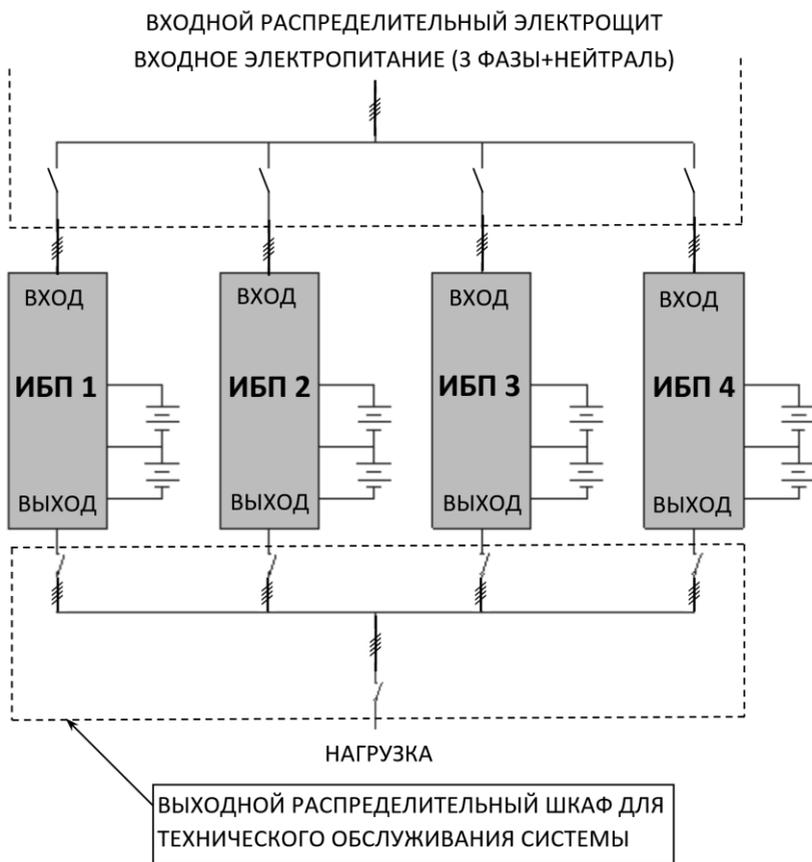
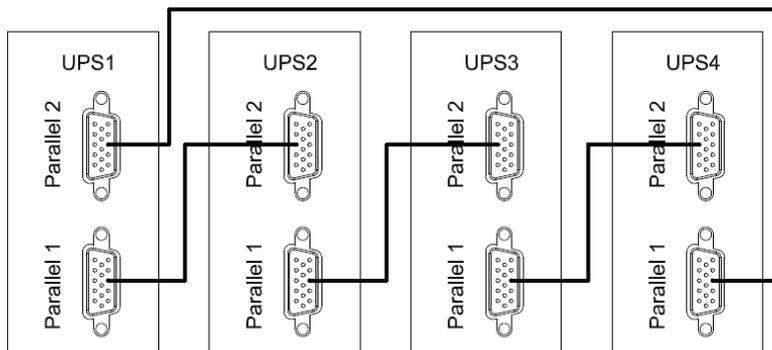

Рисунок 24 – Пример схемы подключения четырех изделий в систему параллельного резервирования с выходным распределительным шкафом.
Рисунок 25 – Схема соединения изделий в «кольцо» через параллельные порты.
Изделие имеет встроенный параллельный контроллер и может работать в системе бесперебойного питания с параллельным резервированием (см. рисунок 24 и рисунок 25). Целью такой системы является либо повышение надежности (резервирование), либо увеличение общей выходной мощности (масштабирование). При исправности всех соединенных параллельно изделий (от двух до четырех) нагрузка равномерно распределяется между ними, а в случае выхода из строя одного из изделий – перераспределяется между исправными изделиями, неисправное изделие отключается от системы.
<p>ВНИМАНИЕ!</p> <p>Установите дополнительные внешние выходные выключатели (см. рисунок 24) между выходными клеммами каждого изделия и общими шинами, тщательно соблюдая фазировку.</p>
- отключите входное сетевое питания каждого изделия. Убедитесь в том, что все внешние выключатели разомкнуты (см. рисунок 24);